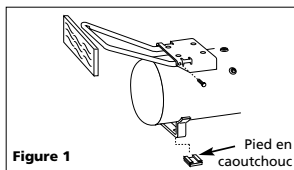

Figure 1
2. Placer un morceau de bois court contre le bout de la poignée et le frapper avec un marteau ou un marteau pour enfoncer la poignée dans la plaque de base jusqu'à ce que les trous dans la poignée et la plaque de base soient alignés. (Voir Fig. 1).
4. Écarter les ouvertures dans les pieds et les glisser sur le support de fer. Positionner comme indiqué sur Fig. 1.